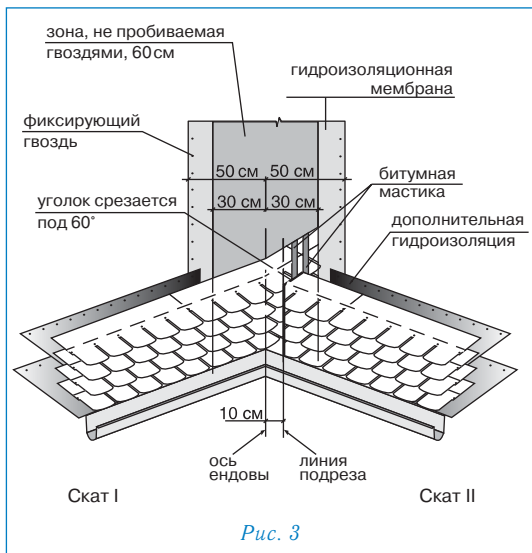

Рис. 3
### Ендова (рис. 3)
- лист, подходящий к ендове со ската II, должен доходить до линии подрезки и обрезаться по ней. Верхний уголок обрезанного края листа подрезается под углом 60° (5–3 см — рис. 3);